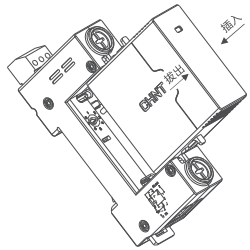

图7 更换保护模块示意
- 更换保护模块时，应沿垂直方向拔出，不得左右上下摇摆，插入新模块时应沿垂直方向插入。并检查规格型号是否相符，如有阻塞不得强行插入，可能是规格型号不符或方向不正确，应进行调整，如图7。